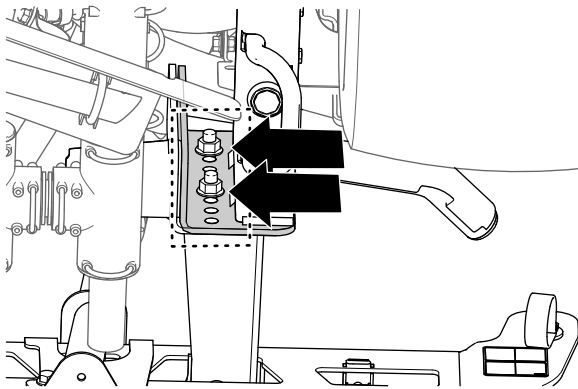

Bild 44
3. Markieren Sie mit einem Stück Band die Löcher, in denen die vier Bundkopfschrauben (1/2" x 1-1/4") und vier Sicherungsbundmutter (1/2") die Stützhalterungen für den mittleren Sprühabschnitt an der Befestigungsplatte der Maschine befestigen (Bild 44).